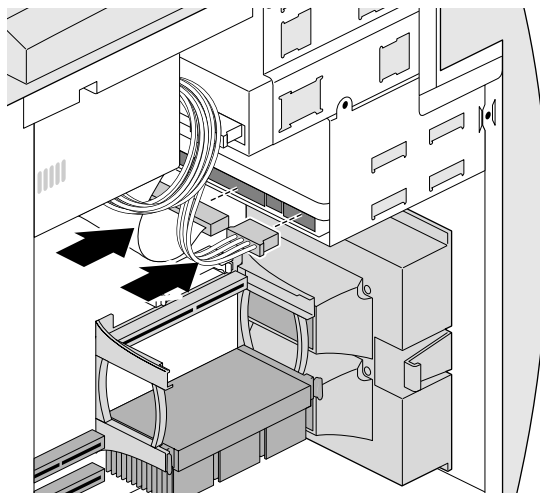

Figure 4-19 Connexion des câbles à un disque dur interne
9. Connectez le câble d'alimentation et le câble plat à l'arrière du lecteur, comme indiqué à la Figure 4-19.